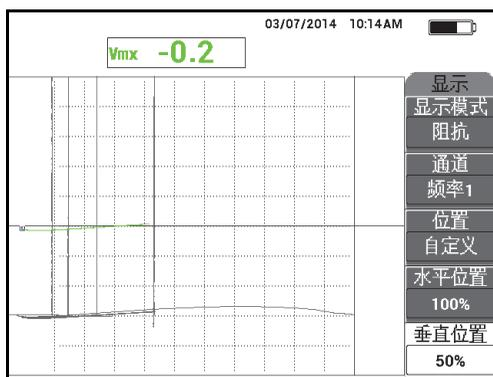

图 5-45 使用垂直参考标记进行厚度评价
8. 使用垂直参考标记对接下来获得的漆层厚度读数进行评价 (参见第 147 页的图 5-45)。